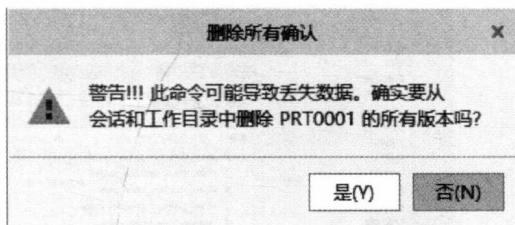

图 1-15 【删除所有确认】提示框
2) 单击【删除所有版本】命令,弹出【删除所有确认】提示框,如图 1-15 所示。单击【是(Y)】按钮,则删除当前模型的所有版本。